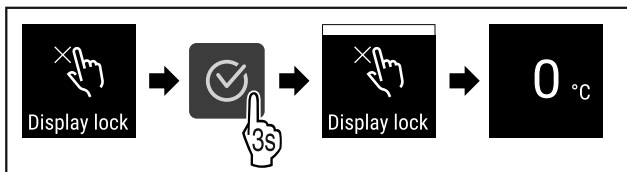

Fig. 76
- ▶ Eseguire i passi (vedere Fig. 76).